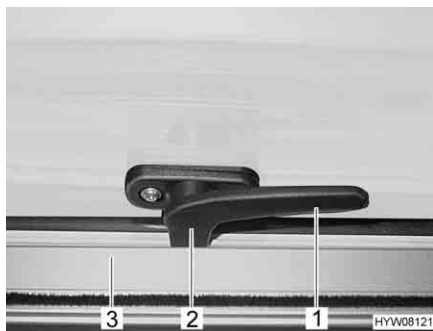

Fig. 105 Leva di serraggio in posizione "Chiuso"
- Ruotare la leva di serraggio (Fig. 105,1) di un quarto di giro verso il centro della finestra.
- Ruotare la leva di serraggio (Fig. 105,1) di un quarto di giro verso il telaio della finestra. Il nasello di chiusura (Fig. 105,2) si trova sul lato interno della chiusura della finestra (Fig. 105,3).